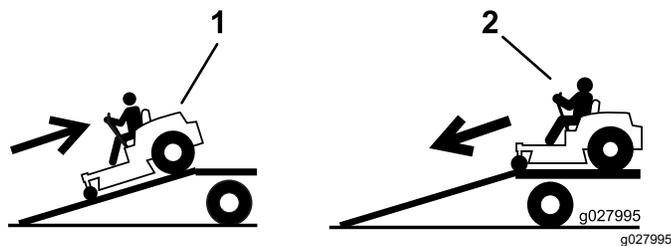

Рисунок 33
4. Перемещайте машину задним ходом при движении вверх по наклонному въезду (Рисунок 33).
2. Перемещайте машину передним ходом при движении вниз по наклонному въезду (Рисунок 33).